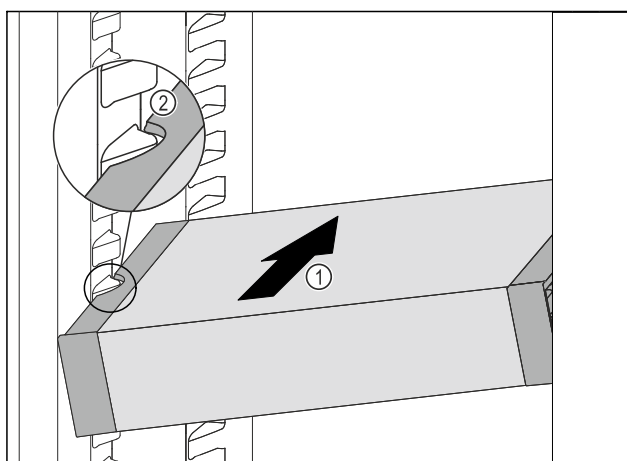

Fig. 80
- ▶ VarioSafe wsunąć ukośnie do chłodziarki Fig. 80 (1), aż boczne wycięcia Fig. 80 (2) VarioSafe będą się znajdować na wysokości żeber pojemnika w chłodziarce.